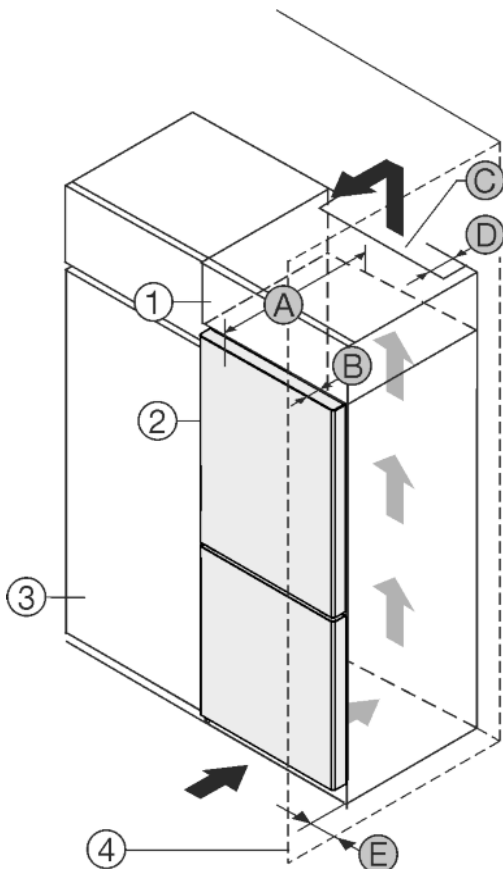

Fig. 1
Установите устройство непосредственно рядом с кухонным шкафом Fig. 1 (3).*
Установите с расстоянием 5 см между устройством и кухонным шкафом Fig. 1 (3).*
На задней стенке дополнительного шкафчика должен быть вентиляционный канал с глубиной Fig. 1 (D) по всей ширине этого шкафа.*
Нужно соблюдать вентиляционное отверстие Fig. 1 (C) под нижней панелью.*
Если устройство установлено на шарнирах у стены Fig. 1 (4), то расстояние между устройством и стеной должно составлять не менее 40мм. Настолько выступает ручка при открытой дверце.*
Чтобы можно было полностью открыть двери, устройство должно выступать на глубину двери Fig. 1 (B) относительно передней стенки кухонного шкафа. В зависимости от глубины кухонных шкафов Fig. 1 (3) и использования пристенных распорок устройство может выступать и больше.*
Чтобы можно было полностью открыть двери, устройство должно выступать на глубину двери (B) относительно передней стенки кухонного шкафа. В зависимости от глубины кухонных шкафов Fig. 1 (3) и использования пристенных распорок устройство может выступать и больше.*